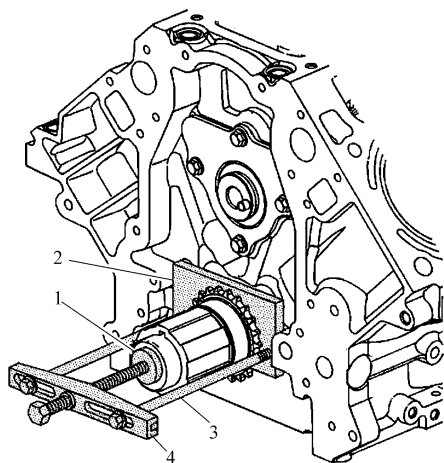

图 20-8 安装专用工具
10) 如图 20-8 所示, 安装专用工具, 准备拆卸曲轴链轮。